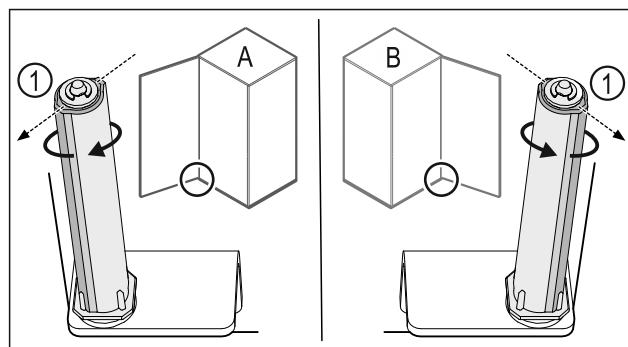

Fig. 43 Levý doraz (A) / pravý doraz (B)
- Otáčejte uzavíracím systémem proti odporu, dokud nebude lamela uzavíracího systému Fig. 43 (1) ukazovat směrem ven.